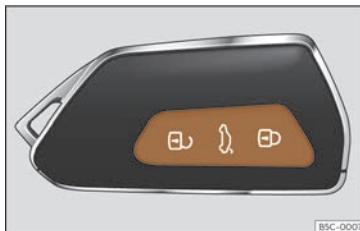

Fig. 80 Clé à radiocommande : touches.
- Verrouiller : appuyez sur le bouton  >>> fig. 80.